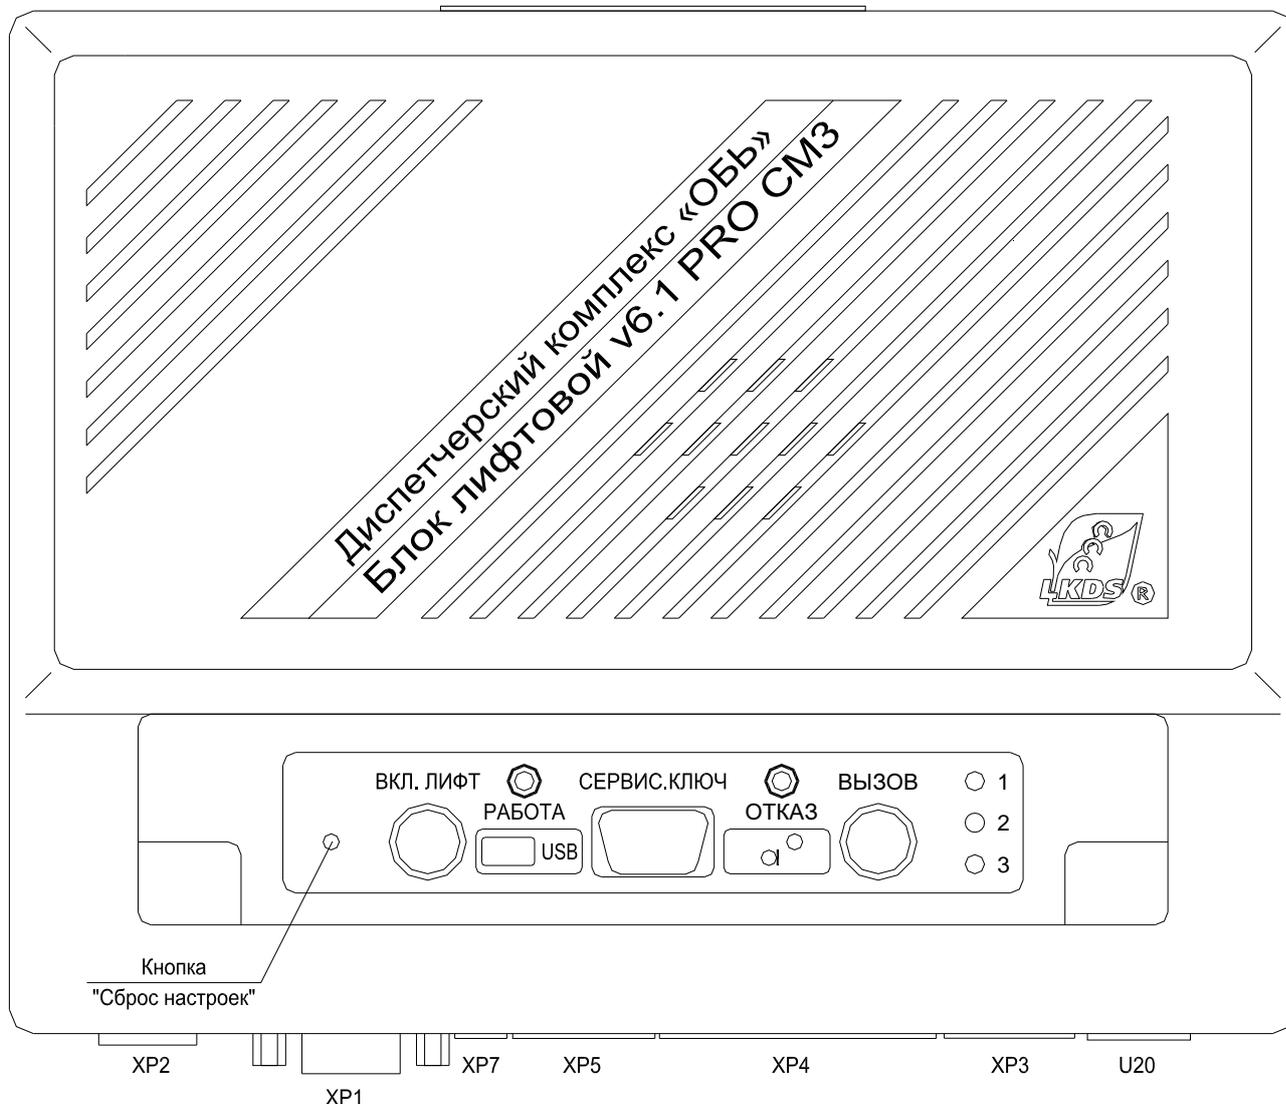

Рис. 1. Внешний вид лифтового блока
1.4.2.1. На крышке корпуса ЛБ (см. рис. 1) находятся разъем сервисного ключа "СЕРВИС. КЛЮЧ", светодиодный индикатор "ОТКАЗ" (неисправности и определения сервисного ключа или сервисного прибора), светодиодный индикатор "РАБОТА" (наличие напряжения питания ЛБ), кнопки "ВЫЗОВ" и "ВКЛ. ЛИФТ", а также светодиодные индикаторы "1...3".